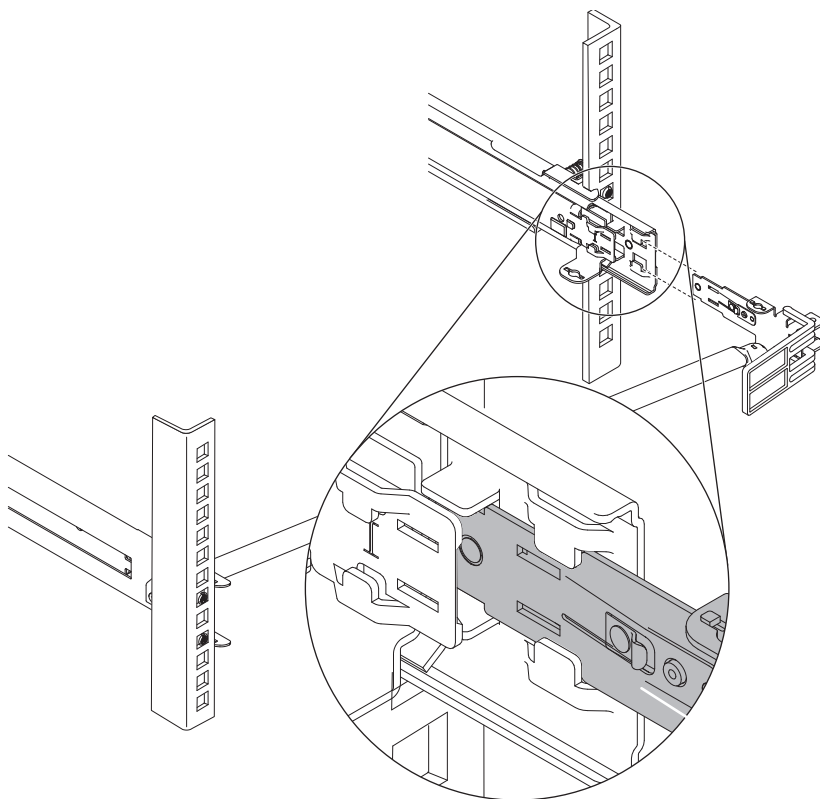

Figura 14. Desconectando o suporte de parada do trilho deslizante
7. Desconecte o suporte de parada do trilho deslizante, conforme mostrado em Figura 14 na página 31 e remova o suporte de parada de organização de cabos.